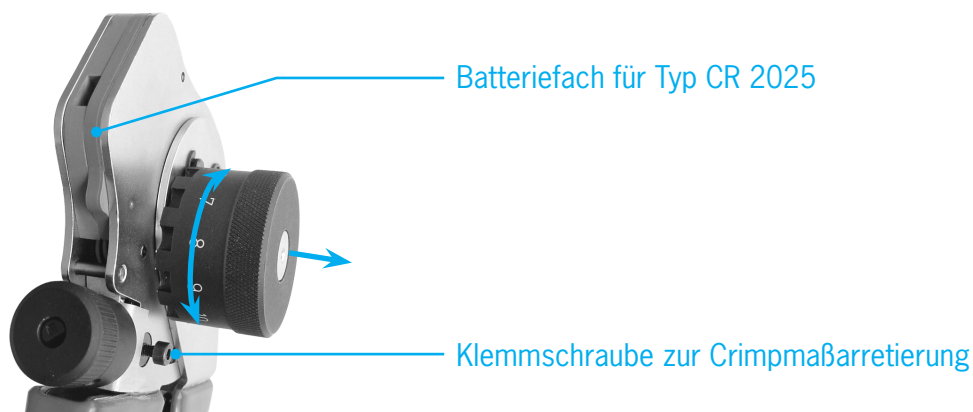

Abbildung 2
- Crimpdoroneinstellung und Position der Kontaktaufnahme (3) für den zu vercrimpenden Kontakt aus Einstellmatrix entnehmen.
- Die Crimpdoroneinstellung (Crimptiefe der Dorne) durch Drehen des Stellrades (8) solange verändern, bis die Digitalanzeige den gewünschten Wert anzeigt.
- Zangeneinstellung mittels Klemmschraube (2) arretieren.
- Kontaktaufnahme (3) durch seitliches Anheben und Drehen (siehe Abb. 2) in die laut Einstellmatrix festgelegte Stellung bringen.